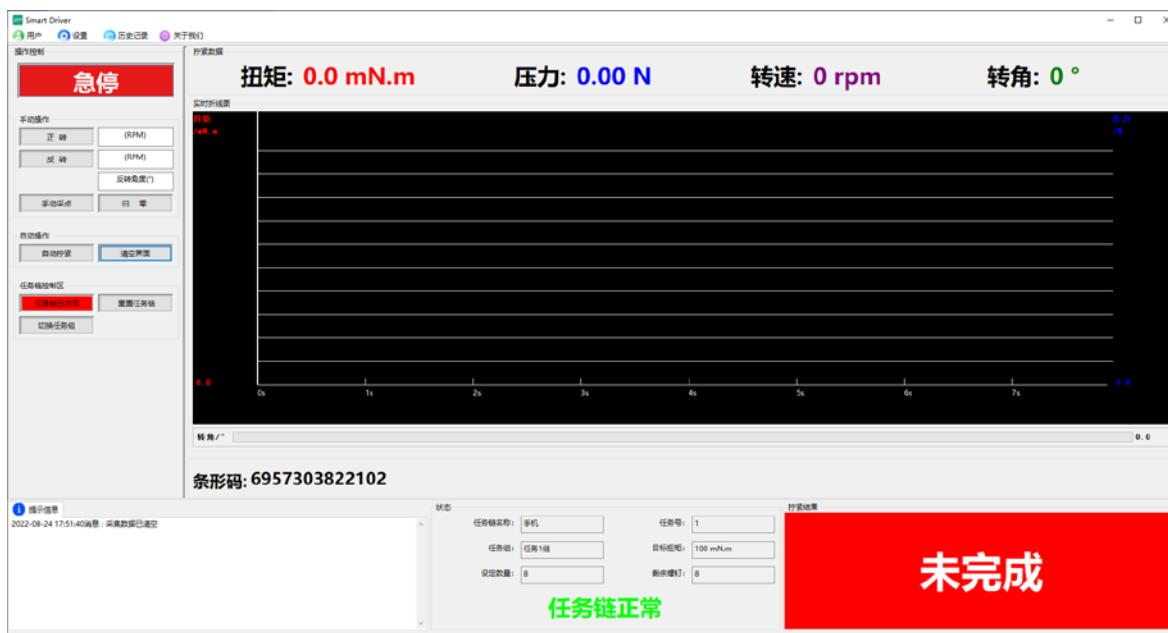

图 32 扫码枪扫描条形码
1. 开启扫码枪确认: 只有在登录界面勾选扫码枪并选择扫码枪的端口号后这里才能使能。开启扫码枪确认的下拉框如果选择“否”, 那么扫码枪不会对螺丝刀的运行有任何影响, 扫码枪只是扫描条形码并将扫描到的条形码显示在界面上, 如图 32 所示;